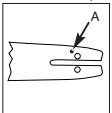

Fig. 3A
ANBRINGEN DER LEIT- oder FÜHRUNGSSCHIENE: Damit die Schiene und die Kette mit Öl versorgt werden, VERWENDEN SIE NUR DIE ORIGINALSCHIENE mit Oldurchlass (A), siehe (Abb. 3A).